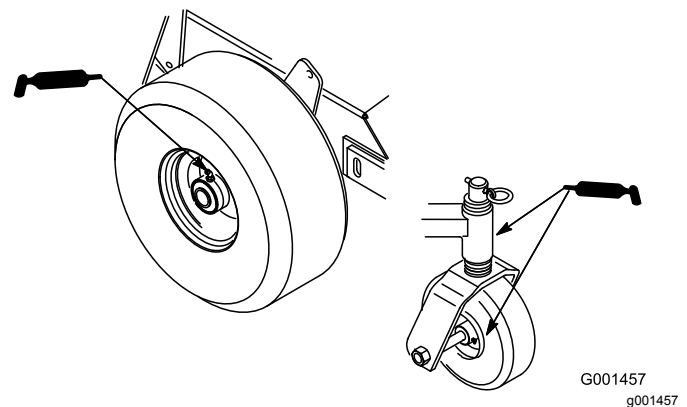

Figura 20
1. Lubrique los cojinetes de las ruedas delanteras y los ejes delanteros (Figura 20).
2. Lubrique los cojinetes de las ruedas motrices (Figura 20).